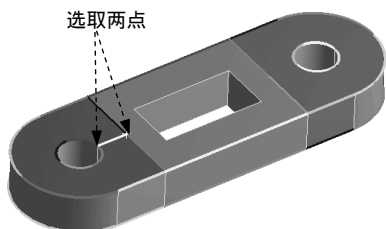

图 4.4.51 分割面结果（一）
(1) 创建分割面（一）。在“Outline”窗口中选中  Virtual Topology 节点，按住 Ctrl 键，选取图 4.4.51 所示的两点对象，在“Virtual Topology”工具栏中单击  Split Face at Vertices 按钮，结果如图 4.4.51 所示。